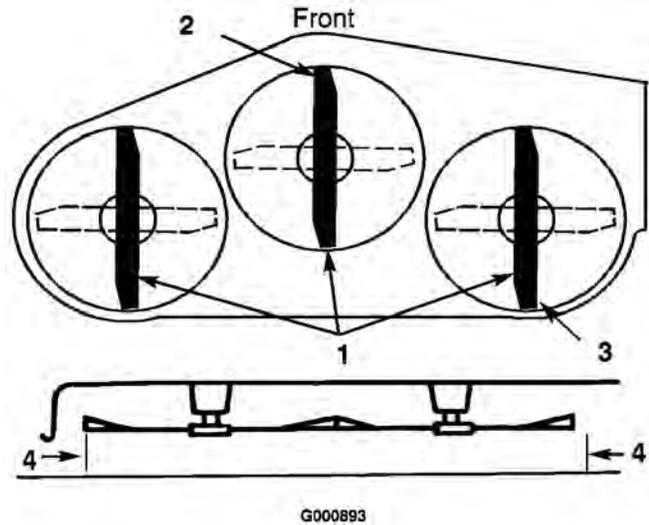

Figura 48
8. Ponga la altura de corte en 76 mm y gire con cuidado las cuchillas hasta que estén alineadas hacia adelante y hacia atrás (Figura 48).
9. Mida entre la punta de la cuchilla delantera (Figura 48) y la punta de la cuchilla trasera hasta la superficie plana. Si la punta de la cuchilla delantera no está entre 1,6-7,9 mm más baja que la punta de la cuchilla trasera, ajuste los tirantes delanteros.
12. Después de ajustar las horquillas de ambos tirantes en la misma medida, fije las horquillas con los pasadores. Compruebe la inclinación longitudinal de nuevo. Siga ajustando las horquillas hasta que la punta de la cuchilla más avanzada esté entre 1,6-7,9 mm más baja que la punta de la cuchilla más atrasada (Figura 48).